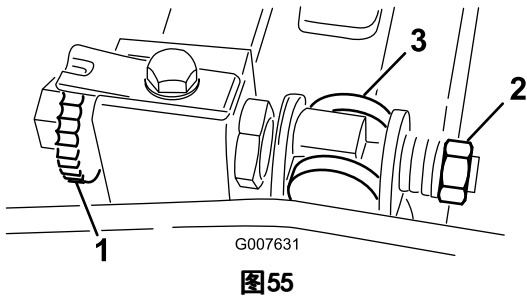

图55
- 逆时针旋转底刀架调节螺丝，将底刀后撤离开滚刀（图55）。
- 退出弹簧加压螺母，直到垫圈不再对底刀架（图55）施压。